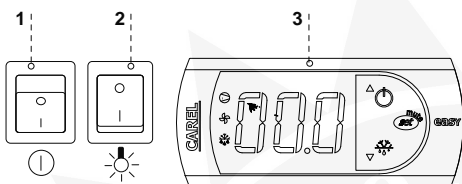

Abb.11 Steuerpaneel
- Hauptschalter-Taste drücken Abb.11/1 (S.28), dadurch wird das Einschalten des Thermostats und Aggregats gelöst
- Auf der Temperaturregelung Abb.11/3 (S.28) die Temperatur einstellen (für Bedienung siehe S.32 oder 33)
- Beleuchtungs-Taste drücken Abb.11/2 (S.28)